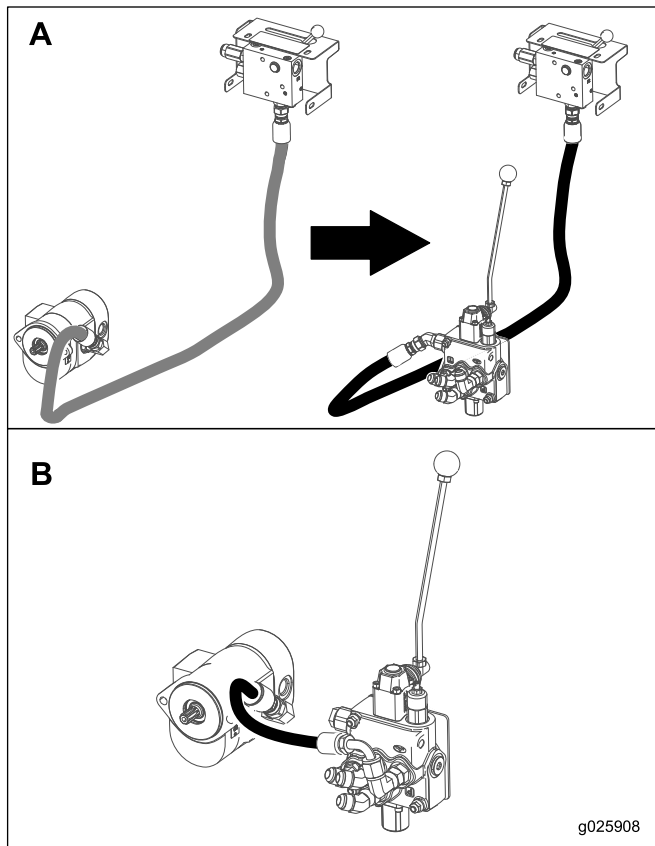

Figura 23
1. Desconecte la manguera que está instalada en la sección delantera de la bomba hidráulica, y conéctela a la válvula de control de la Hydra Borer, según se muestra en Figura 23, A.
3. Conecte la manguera de 51 cm desde el acoplamiento abierto de la bomba hidráulica hasta la válvula de control de la Hydra Borer (conector B), según se muestra en Figura 23, B.